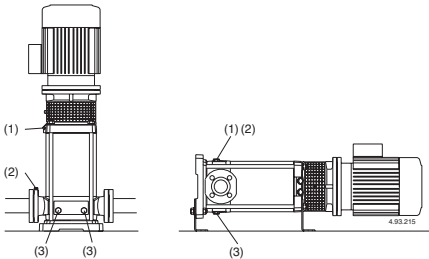

Abb. 4 (1) Auffüllung und Entlüftung:
Bei Installation der Pumpe über dem Wasserspiegel (Saugbetrieb, **Abb. 3A**) oder mit zur Öffnung des Rückschlagventils ungenügender Zulaufhöhe (weniger als 1 m) sind Saugleitung und Pumpe durch den Entlüftungsanschluß (1) zu füllen (**Abb. 4**). Zur Vereinfachung der Auffüllung wird ein Gummirohr (oder ein Rohrkrümmer) und ein Trichter verwendet.
(2) Entlüftung Saugleitung
(3) Entleerung
Wenn der **Wasserspiegel auf der Saugseite oberhalb der Pumpe** ist (Zulaufbetrieb, **Abb. 3B**) Absperrschieber in der Zulaufleitung langsam und vollständig öffnen um die Pumpe zu füllen. Dabei Schieber in der Druckleitung und die Entlüftungsöffnungen (1) (2) (**Abb. 4**) öffnen, damit die Luft entweichen kann.
Entlüftungsöffnungen (1) (2) schließen (**Abb. 4**). Bei MXV-B, MXV(L) 25-32-40 und MXV(L)4 25-32-40, die Nadelschraube (14.17) in der Entleerungs-Verschlußschraube (14.12) (**Abb. 4b**) anziehen und die Entlüftungsbohrung (14.04) schließen.
(2) zu wiederholen, sind die Anschlüsse der Saugleitung auf Dichtheit zu überprüfen und sind der Entlüftungs-(2) und die Entleerungs-Verschlußschrauben (3) auf der Saugseite anzuziehen (**Abb. 4**).
Die Pumpe sollte wie im Fall von zeitweiser Förderung von verschmutzten Flüssigkeiten im Anschluß kurz mit sauberem Wasser durchgespült werden, um Ablagerungen zu beseitigen. Oder es ist nach der Entleerung eine Wäsche vorzunehmen, indem sauberes Wasser (wenigsten 40 Liter) in die Auffüllöffnung (1) Druckseite gegeben wird und aus der Entleerungsöffnung (3) Saugseite austritt (**Abb. 4**).